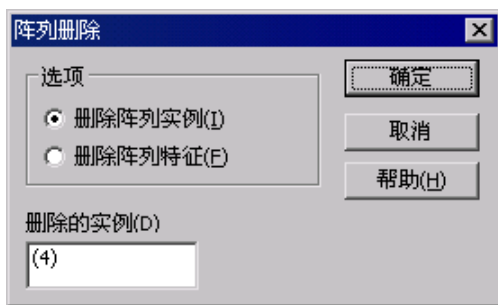

图 3.19.12 “阵列删除”对话框
Step2. 选择命令。在图形区右击要删除的阵列实例（图 3.19.11a），从弹出的快捷菜单中选择  **删除... (Y)** 命令，系统弹出图 3.19.12 所示的“阵列删除”对话框。